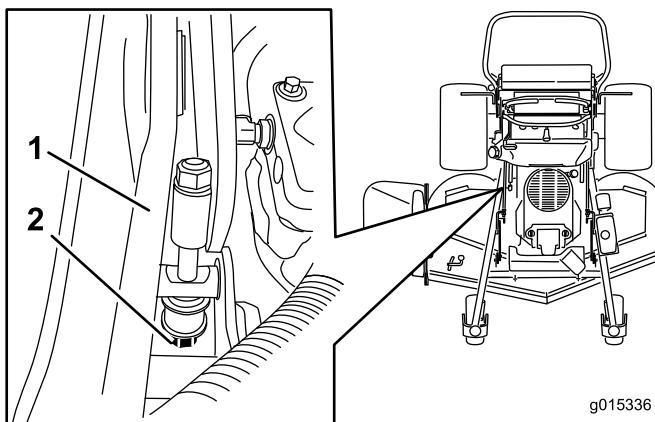

図 88
5. 測定値が正しくない場合には、機体右側にある刈高ロッドを探し出す（図 88）。
6. 調整ボルトを回してブレードの刃先が 7.6 cm になるように調整する（図 88）。